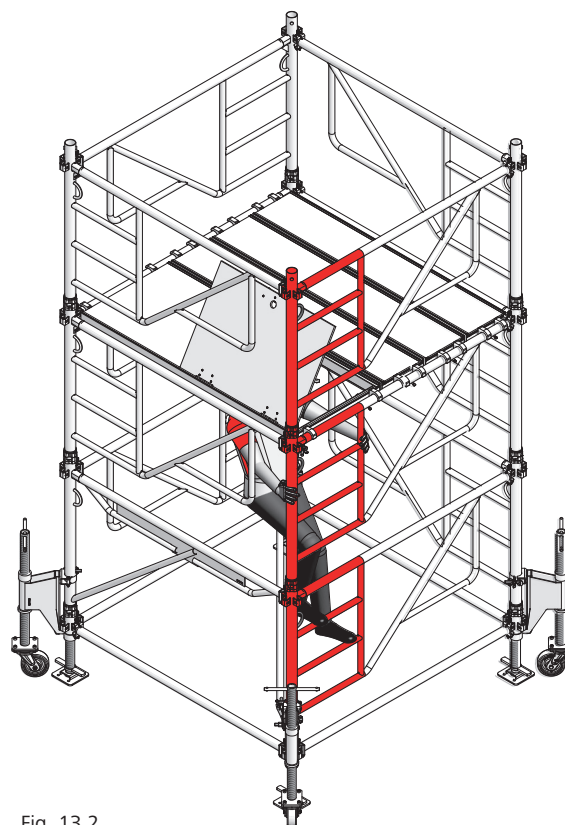

Fig. 13.2
18. Accédez ensuite au niveau 2 en utilisant l'échelle intégrée des cadres MT 100 (Fig.13.2)